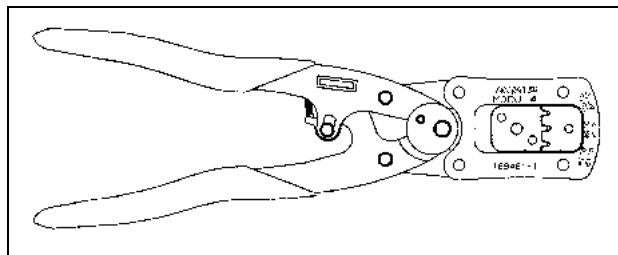

figura 13.13: Pinze Tyco AMP Modu 4 169481-1
- Pinze Tyco AMP Modu 4 169481-1 (vedere figura 13.13)